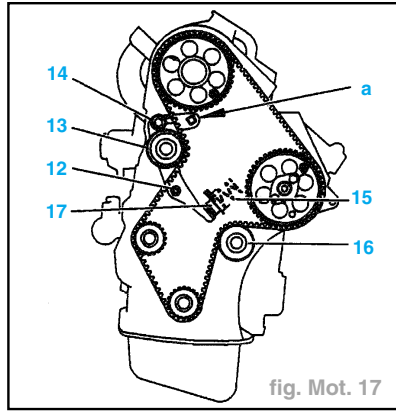

fig. Mot. 17
- Desserrer (fig. Mot. 17) :
- l'écrou (12).
- la vis (14).
- l'écrou (12) (fig. Mot. 17).
- la vis (14) à 1,75 daN.m.
- l'écrou (12) à 1,75 daN.m.